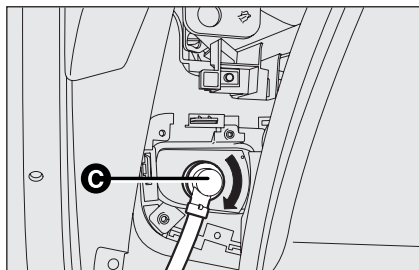

Abb. 21
- ☐ die Abdeckung der Lampenhalterung **C-Abb. 21** gegen den Uhrzeigersinn drehen und entfernen;
- ☐ die Abdeckung/Lampenhalterung **C-Abb. 21** wieder einsetzen, im Uhrzeigersinn drehen und die korrekte Befestigung sicherstellen;